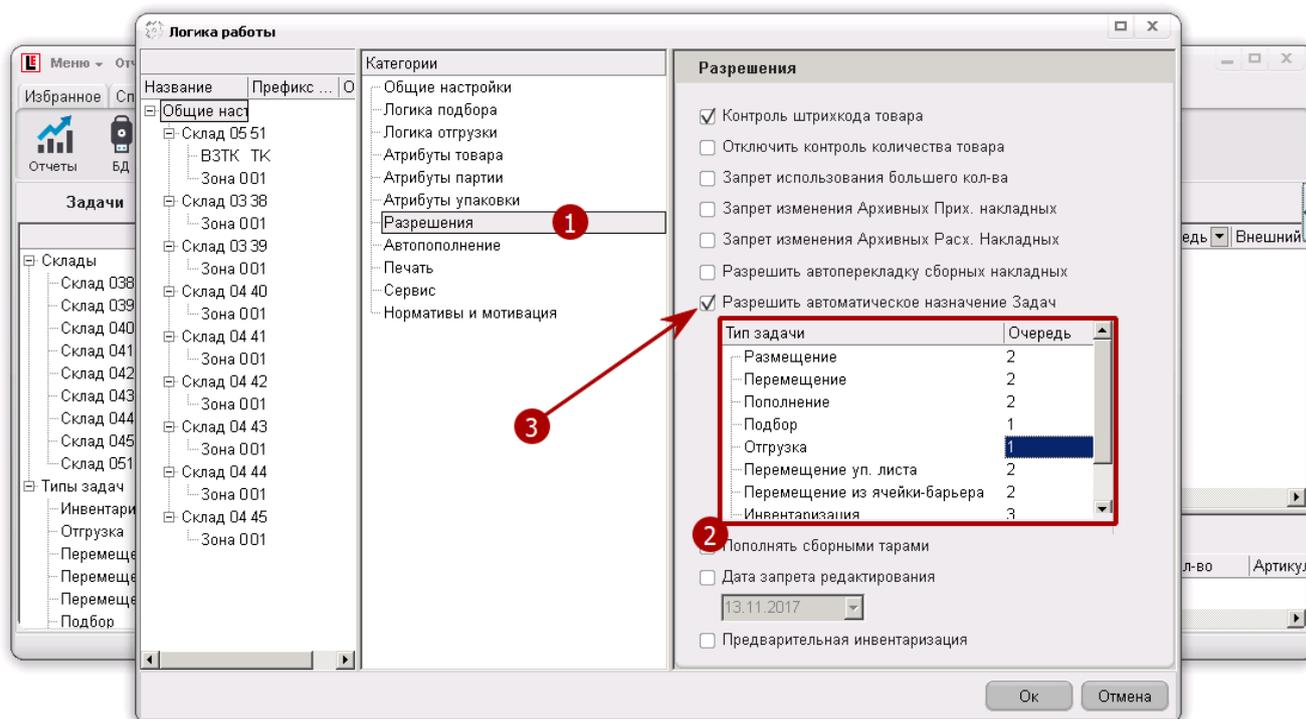

Рисунок 15.2.
- 2) Установить очередность выполнения задач в зависимости от ее типа. Для этого (рис. 15.2):